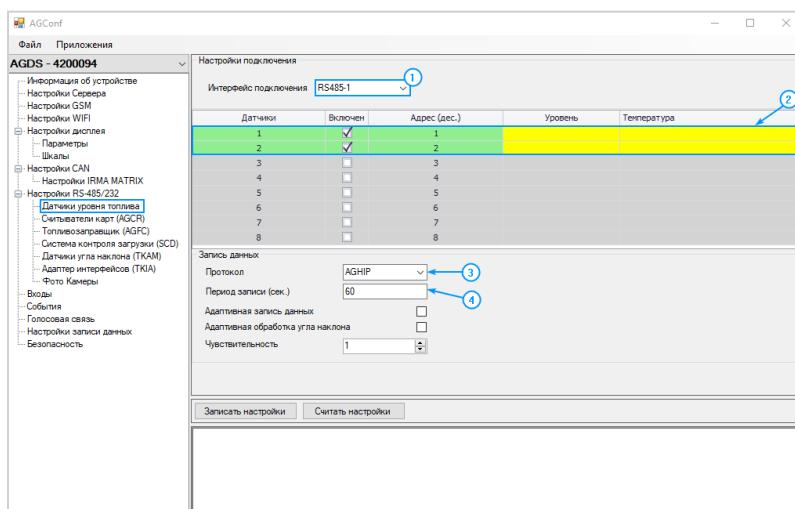

Рис.130. Настройка подключения ДУТ.
- перейдите в раздел «Настройки RS-485/232», «Датчики уровня топлива (TKLS)» (Рис.130);
- выберите ранее настроенный интерфейс RS-485-1 (Рис.130. п.1);
- в списке подключаемых датчиков установите галочку в поле «Включен» для Датчика 1 (**Рис.130. п.2**). Активный датчик выделяется зеленым цветом в списке подключенных;
- в поле «Адрес (дес.)» введите в десятичном виде сетевой адрес подключаемого датчика уровня топлива, который будет определяться устройством как Датчик 1 (**Рис.130. п.2**). Также показания уровня с заданного адреса будут записываться в память устройства как данные с Датчика 1. Это необходимо учитывать при обработке данных с контроллера мониторинга бортового в в диспетчерской программе «АвтоГРАФ»;
- в списке «Протокол» (**Рис.130. п.3**) выберите протокол обмена данными с подключенными датчиками. В текущей версии устройства доступны 2 протокола:
- далее в поле «Период записи (сек.)» установите интервал, с которым контроллер мониторинга бортовой будет записывать данные с запрограммированных датчиков уровня топлива во внутреннюю память (**Рис.130. п.4**). Значение 0 отключает запись данных с датчиков;